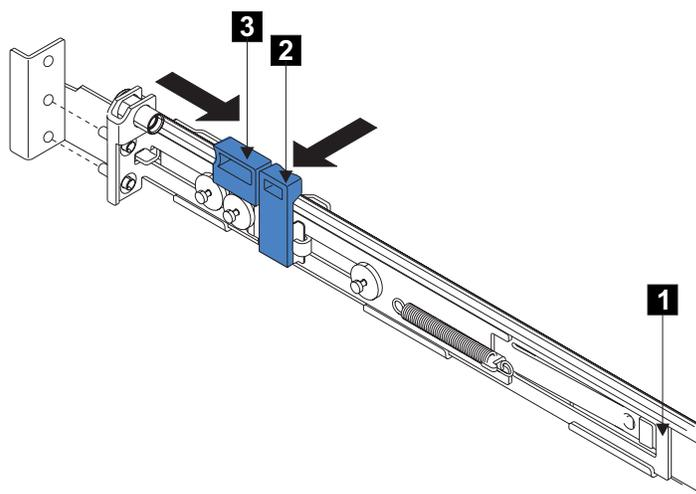

図45. 後部のラッチ・ロック・キャリア・アセンブリーを開く
5. 後方のレール・ブラケット **1** (図 45) を、止まるまでレールの前面に向かって押します。これで、レールはその一番短い長さに調整されます。